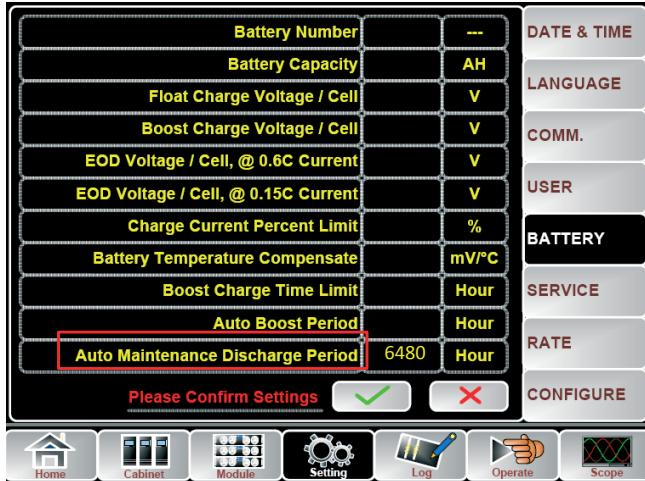

Рис. 5-4: Настройка периода для автоматического тестирования аккумулятора
- б. Установка периода для автоматического теста АКБ. Зайдите на страницу «BATTERY» в меню «Setting» (см. Рис. 5-4), задайте период времени в поле «Auto Maintenance Discharge Period» и подтвердите.